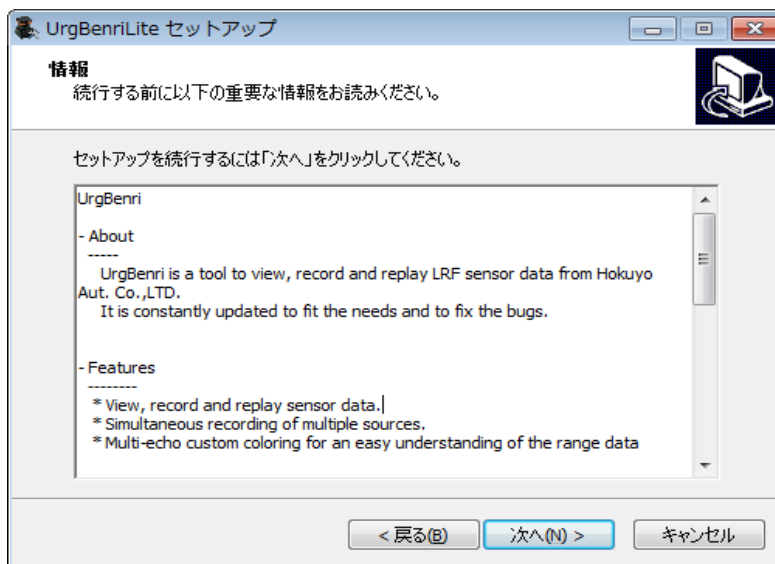

図 2-4 情報画面
7. 図 2-4 の「次へ」をクリックすると、「UrgBenri Lite」の追加タスクの選択画面に移動します。インストール時に実行する追加タスクを選択後、「次へ」をクリックしてください。